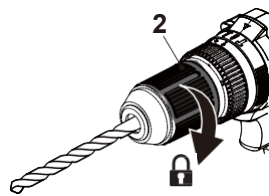

Fig. 5
3. Tournez la bague du mandrin (2) dans le sens horaire jusqu'à ce que le foret/l'embout soit correctement fixé dans les mors du mandrin (1) (Fig. 5).